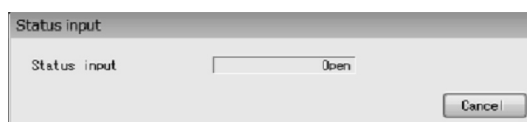

図136
- ① メニューの「Diagnosis/Service(T)」>「Loop test」>「Status input」をクリックします。
- ② 図136のようなウィンドウが現れ、ステータス入力の現在の状態「Short」または「Open」を表示します。状態を確認したら、「Cancel」 ボタンをクリックし、「Status input」を終了してください。